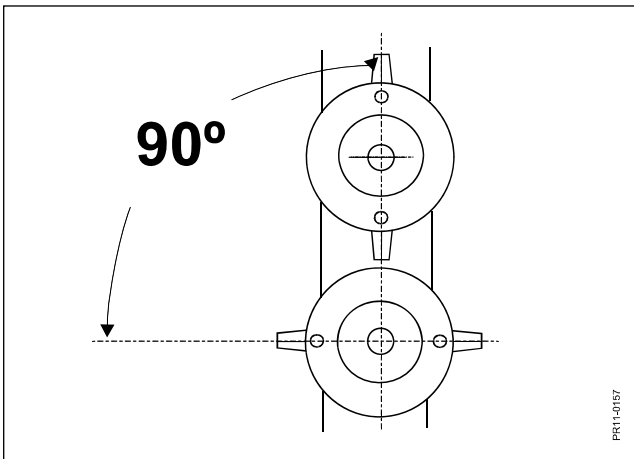

Fig. 5-10
- Fig. 5-10 Falls die Scheiben abmontiert waren, müssen sie wieder um 90° versetzt gegenüber der daneben liegenden Scheibe montiert werden.